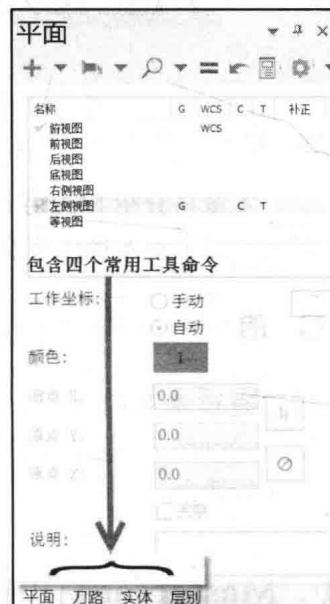

图 1-3 操作管理器
(2) 操作管理器 用于对执行的操作进行管理。操作管理器会记录大部分操作，可以在其中对操作进行重新编辑定义，例如通过操作管理器可以对实体、刀路、平面、图层等进行管理和编辑等，如图 1-3 所示。
(3) 选择 可以在整个图形或现有选择集的范围内来选择，通过选择抓取方式，设置光标特性以及实体的线面来快速选择。
(4) 快速选择 与传统选择相比，对象选择管理器可以提供更复杂的过滤选项，通过过滤点、线、面、实体的特性进行过滤。
(5) 右键快捷菜单 在绘图区单击鼠标右键，可以弹出右键菜单，该菜单中主要包含绘图过程中常用的一些命令。
(6) 单位 在绘图区的右下角，用于显示当前的绘图单位，当显示 mm 时表示米制单位，当显示 inch 时表示英制单位。
(7) 鼠标位置坐标 当在绘图区中移动鼠标时，系统瞬间在当前构图面中显示光标位置坐标。